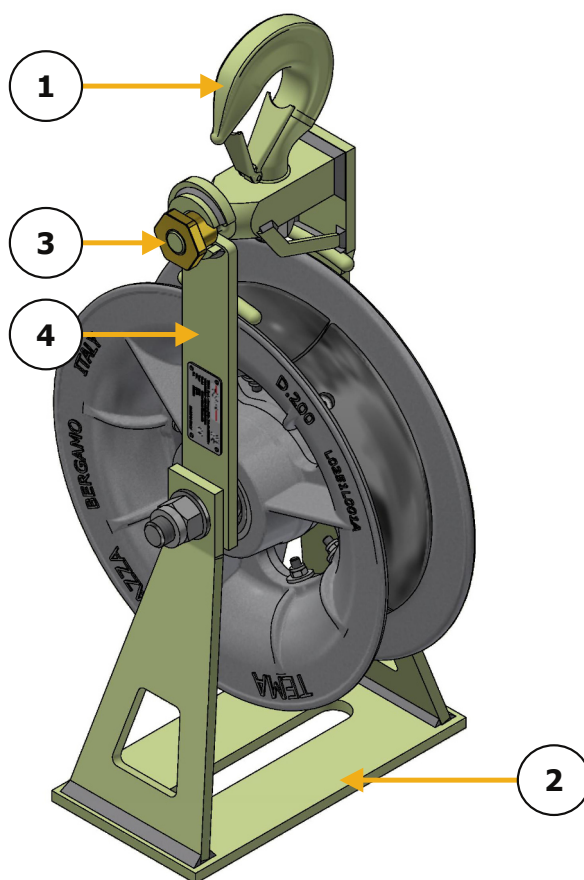

FIG. 3
- A través del gancho giratorio: para instalar la polea, use el anclaje adecuado (fig.3 pos.1) y colóquelo en la estructura (por ejemplo, estante, aislador, etc.).
No está prevista la instalación mediante la base de soporte (fig.3 pos.2).
1. Gire el dispositivo de bloqueo (fig.3 pos.3) en sentido antihorario para permitir que el brazo lateral se abra (fig.3 pos.4).
3. Cierre el brazo lateral (fig.3 pos.4).
4. Gire el dispositivo de bloqueo (fig.3 pos.3) en el sentido de las agujas del reloj para bloquear el brazo lateral.